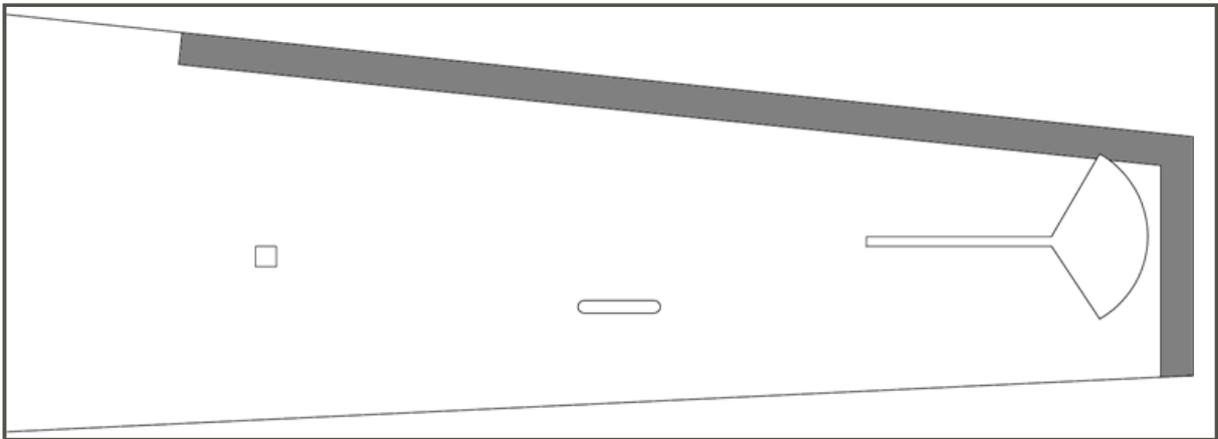

Figura 13 - Riferimento smussatura fusoliera
- Utilizzando carta vetrata applicata su un blocco di levigatura piatto, carteggiare una leggera smussatura lungo i lati della fusoliera (C1 e C2) nell'area contrassegnata in grigio nella Figura 13. L'obiettivo qui è di aumentare il bonding un reaw senza makingt lui lati risultanti troppo sottili. Per la parte superiore si mira a uno smusso che riduca il bordo della fusoliera da 2 mm a 1 mm guadagnando da 1/2" a 3/4" in profondità. Per la parte posteriore della fusoliera carteggerai leggermente meno, devi ridurre lo spessore da 2 mm a 1,5 mm guadagnando circa 1/4" a 1/2" in profondità.